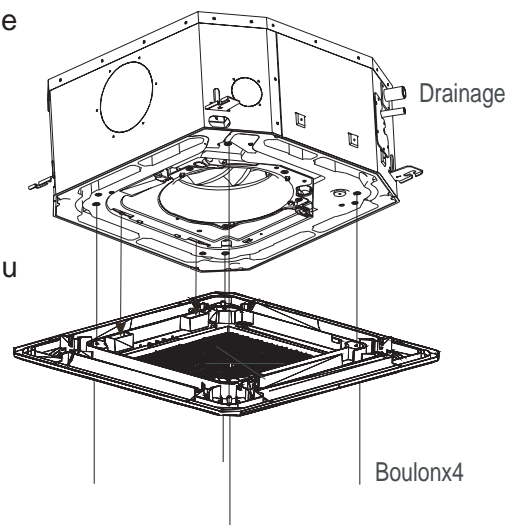

Fig.23
1. Alignez correctement le moteur de rotation sur le panneau aux joints des tubes du corps. (fig.23)
2. Accrochez les quatre cordes fixes du corps principal sur le couvercle de montage et les trois autres couvercles du moteur de rotation. (fig.23)